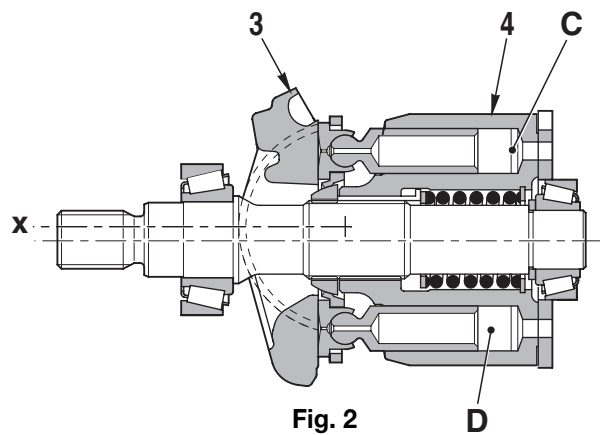

Fig. 2
3 - Quand l'axe X du plateau oscillant (3) et l'axe du bloc-cylindres (4) sont parallèles (angle d'inclinaison du plateau oscillant « α » = 0), la différence entre les volumes C et D dans le bloc-cylindres (6) devient 0 et les phases d'aspiration et de refoulement ne se font pas (Fig. 2). (En pratique, l'angle d'inclinaison du plateau oscillant « α », ne devient jamais égal à 0).